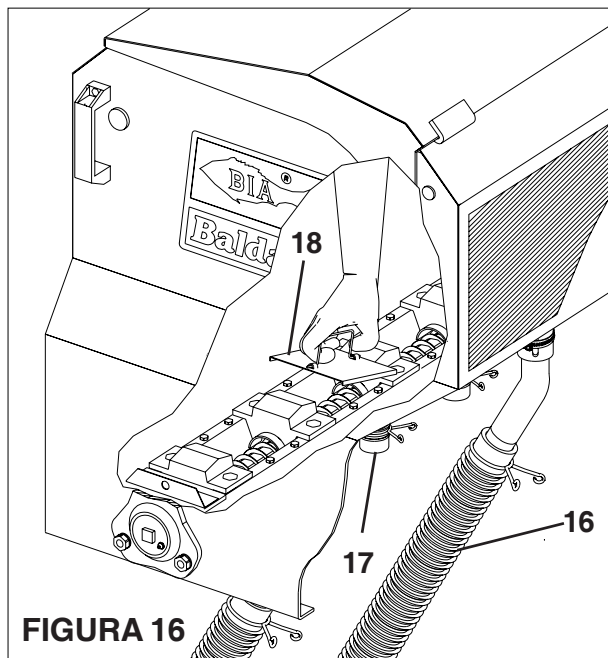

FIGURA 16
9 - Feche a entrada do adubo dentro do depósito colocando a tampa (18). (**FIGURA 16**)